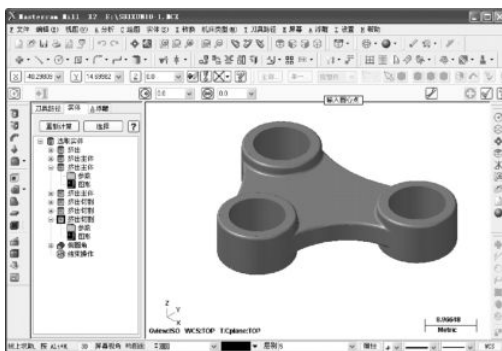

图 1-4 软件界面
① 选择【开始】/【程序】/【Mastercam X5】/【Mastercam X5】命令, 或者在桌面上双击 Mastercam X 的快捷方式图标
② 打开后, 其 Mastercm X5 的工作界面如图 1-4 所示